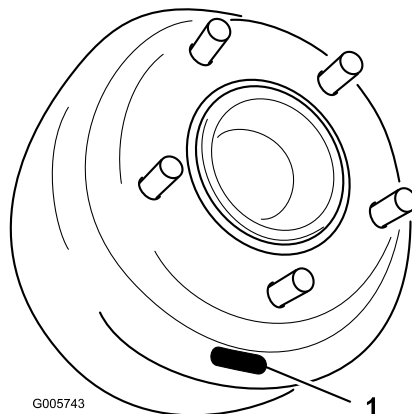
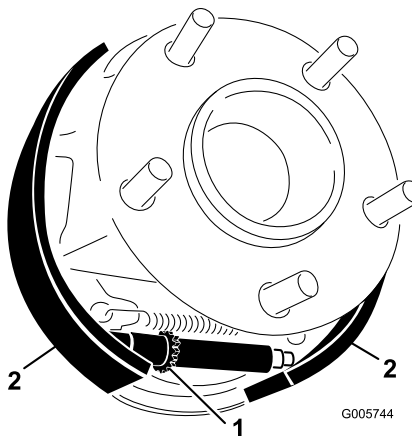

Figura 63
Figura 64
5. Retire as porcas da roda e desloque o conjunto da roda e do pneu para fora do pino roscado. Rode o tambor do travão até a ranhura de ajuste se encontrar no fundo e centrada, através da porca que permite ajustar os calços do travão (Figura 63).
6. Utilize uma ferramenta de ajuste de travões ou uma chave de parafusos para rodar a porca em estrela (Figura 63) até o tambor do travão (Figura 64) ficar bloqueado devido à pressão exterior dos calços do travão (Figura 64).